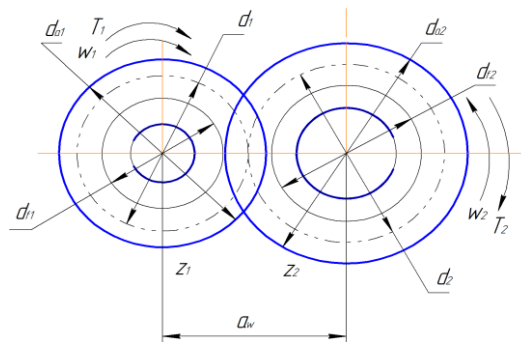

Рисунок 1.
1. Прямозубая цилиндрическая передача (рисунок 1) имеет следующие параметры: число зубьев шестерни и колеса $z_1 = 34$, $z_2 = 136$, диаметр вершин шестерни $d_{a1} = 140$ мм. Найти модуль m и межосевое расстояние a_w (ПК-5).